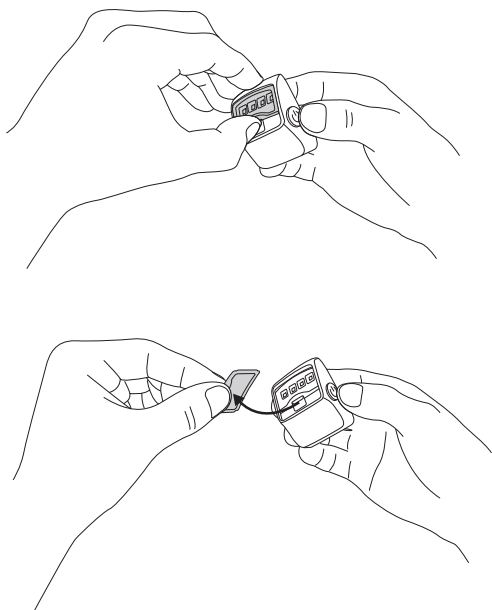

Fig. 31m
- Si le couvercle de la lentille est sale ou endommagé, il faut le retirer de la lampe de travail à l'aide d'un ongle. Pour le remplacer par un nouveau couvercle de lentille, pousser la lentille vers le côté de la lampe de travail et enclencher l'autre côté en place (Fig. 31m et 31n).